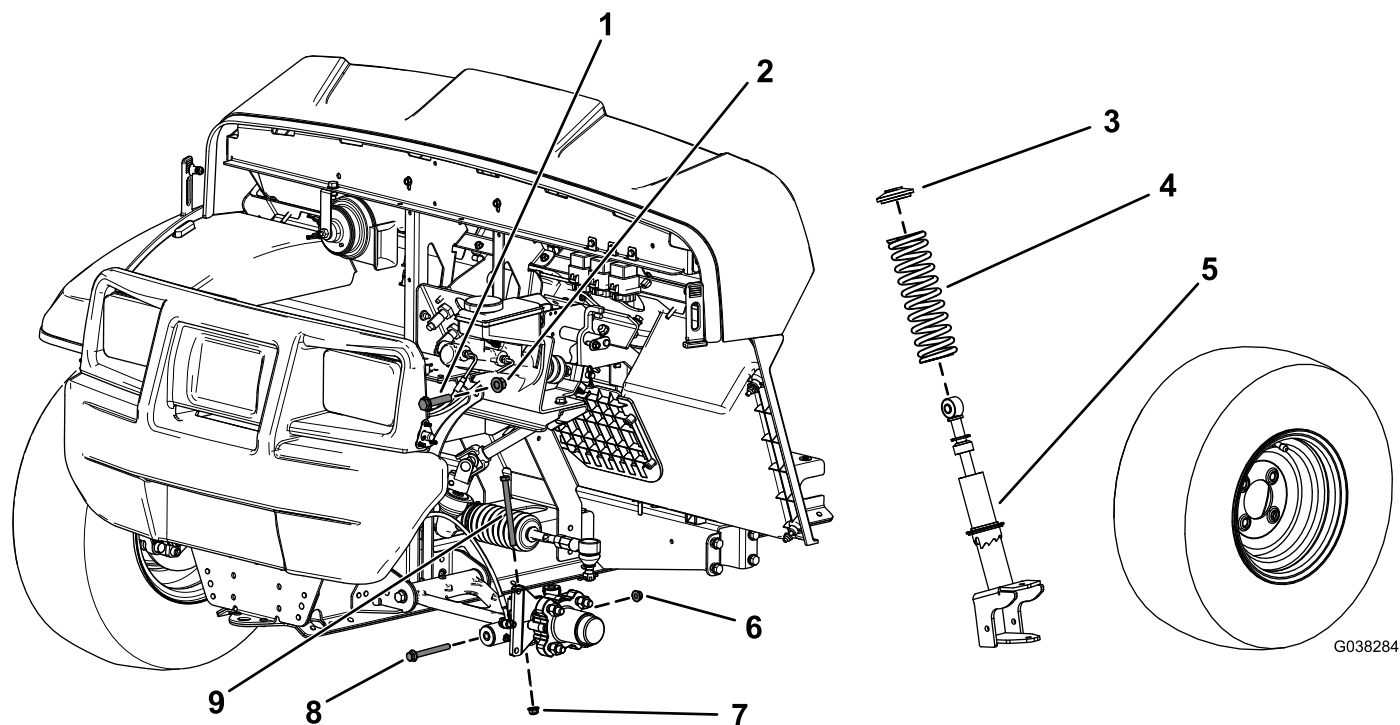

Рисунок 1
2. Снимите болт с шестигранной головкой ($\frac{3}{8}$ x $4\frac{3}{4}$ дюйма) и фланцевую гайку ($\frac{3}{8}$ дюйма) со шпинделя (Рисунок 1).
3. Снимите болт с шестигранной головкой ($\frac{3}{8}$ x $3\frac{1}{2}$ дюйма) и фланцевую гайку ($\frac{3}{8}$ дюйма) с рычага управления (Рисунок 1).
4. Снимите болт с шестигранной головкой ($\frac{1}{2}$ x $2\frac{1}{4}$ дюйма) и контргайку ($\frac{1}{2}$ дюйма), которые крепят стойку в сборе к верхней раме (Рисунок 1).
5. Снимите стойку в сборе (Рисунок 1).
3. Снимите пружину со стойки в сборе (Рисунок 1).
4. Установите новую пружину на имеющуюся стойку в сборе (Рисунок 1).
2. Прикрепите верхнюю часть стойки в сборе к раме при помощи верхнего болта с шестигранной головкой ($\frac{1}{2}$ x $2\frac{1}{4}$ дюйма) и контргайки ($\frac{1}{2}$ дюйма), как показано на Рисунок 1.
4. Установите болт с шестигранной головкой ($\frac{3}{8}$ x $4\frac{3}{4}$ дюйма) и фланцевую гайку ($\frac{3}{8}$ дюйма) на шпindel (Рисунок 1).
6. Прикрепите нижнюю часть стойки в сборе к рычагу управления при помощи болта с шестигранной головкой ($\frac{3}{8}$ x $3\frac{1}{2}$ дюйма) и фланцевой гайки ($\frac{3}{8}$ дюйма), как показано на Рисунок 1.